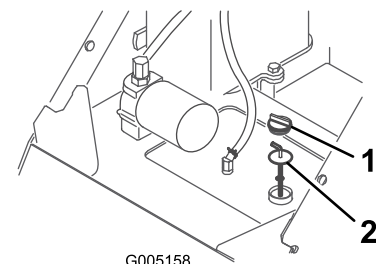

Figure 37
4. Nettoyez la surface autour du goulot de remplissage du réservoir hydraulique (Figure 37).
5. Enlevez le bouchon du goulot de remplissage et vérifiez le niveau de liquide sur la jauge (Figure 37).